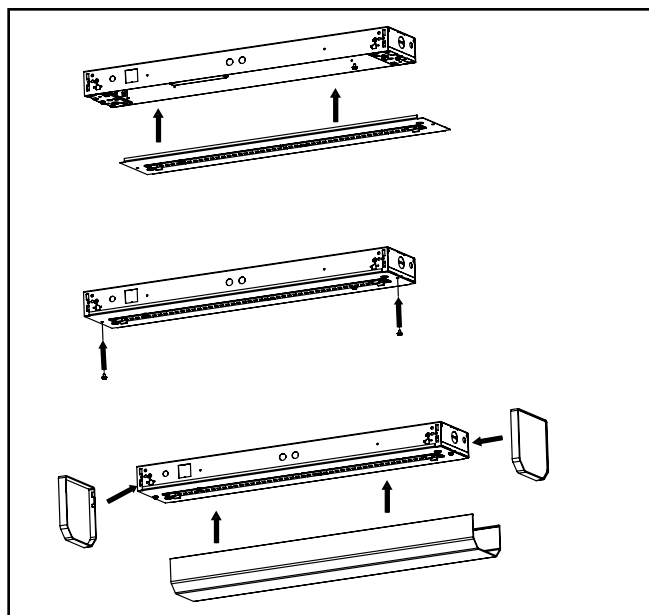

Figure 3.
5. Fixez le couvercle du canal avec les vis fournies et posez à nouveau la lentille et l'embout au luminaire (Figure 3).